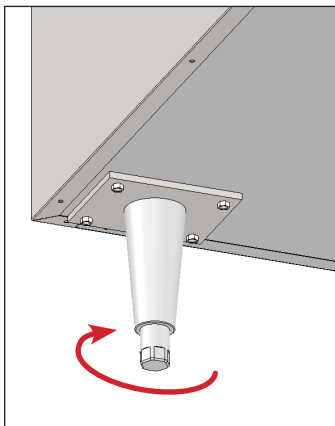

Рис. 2. Вращайте нижнее основание для выравнивания шкафа.
6. Если устройство не выровнено, осторожно поднимите нижний конец шкафа и поддерживайте его. При помощи разводного гаечного ключа отрегулируйте нижнее основание ножки для выравнивания необходимым образом, чтобы выровнять устройство. См. рис. 2.